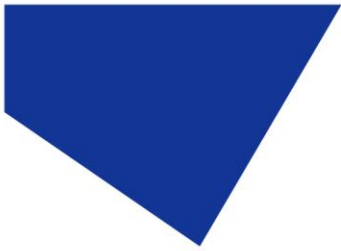

Abbildung 2 - Direct Fit
Die pE-400 und pE-400^{max} sind mit Direct Fit (DF) und Liquid Light Guide (LLG) Ausgangskupplungen erhältlich. Lichtquellen mit Direktanschluss (Abbildung 2) sind so konzipiert, dass sie direkt am Beleuchtungsarm von epi- kompatiblen Mikroskopen befestigt werden können, während Flüssiglichtleitereinheiten (Abbildung 3) können einen 3 mm-Lichtleiter aufnehmen. Der angeschlossene Flüssiglichtleiter kann als Eingang für einen optionalen Kollimator oder als direkter Eingang für kompatible Mikroskope verwendet werden.